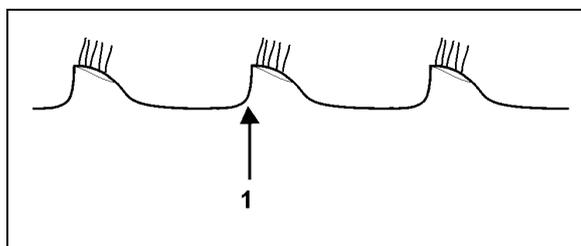

Fig. 22
- (Fig. 22): El borde de corte de la 2ª fila de discos no queda visible y coincide con la 1ª fila de discos. Desplazar la 1ª fila de discos hacia la izquierda.